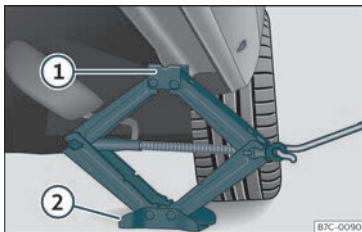

Fig. 39 Longherone: posizionamento del cric del veicolo.
- Ruotare la manovella del cric*, posto sotto il punto di appoggio del longherone, per alzarlo finché la linguetta ① >>> fig. 39 non avrà raggiunto l'alloggiamento previsto.
- Allineare il cric* in modo tale che la linguetta ① "si agganci" nell'apposito alloggiamento del longherone e la piastra di base mobile ② resti appoggiata al suolo. La piastra di base ② deve cadere sul lato verticale rispetto al punto di appoggio ①.